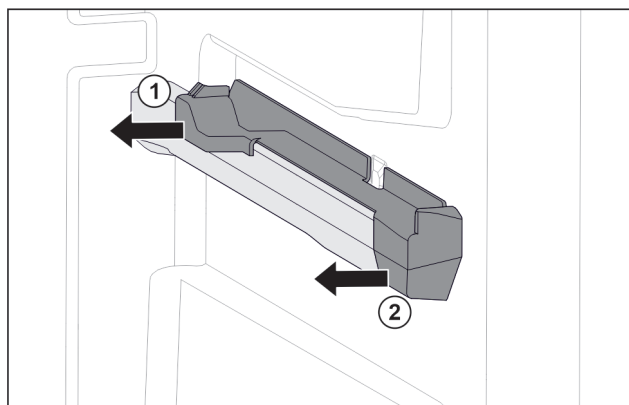

Fig. 102 右侧容器肋梁上的插装件
- ▶ 将插装件后部拉到一侧。 Fig. 102 (1)
- ▶ 将插装件前部拉到一侧。 Fig. 102 (2)